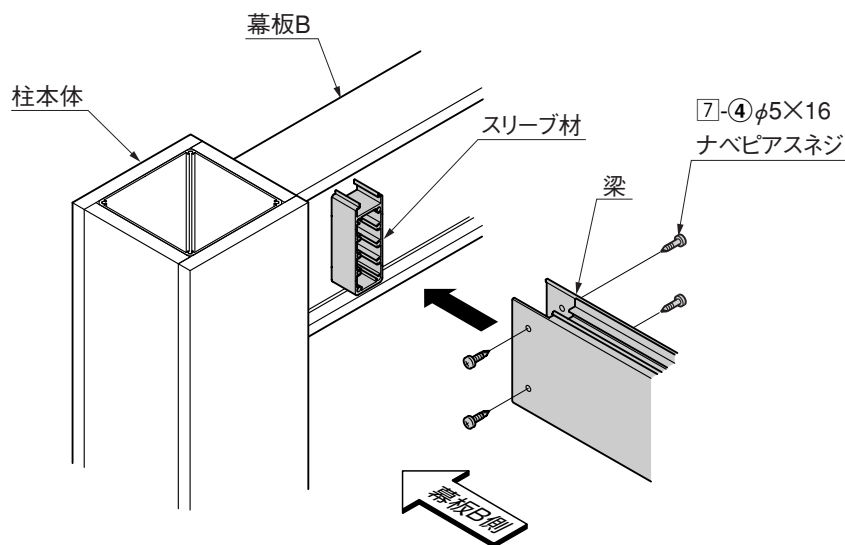
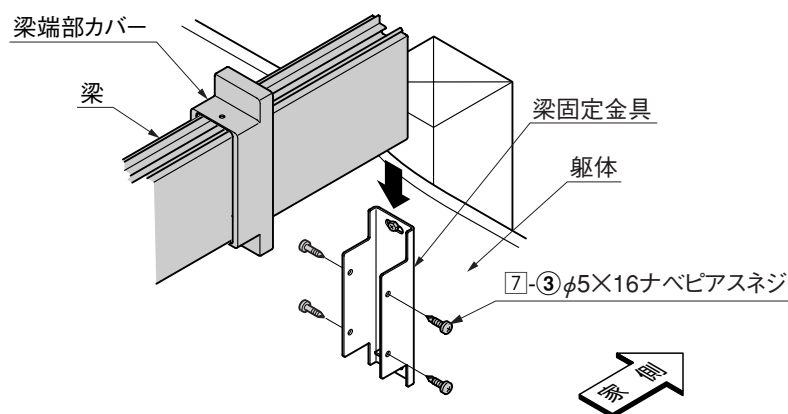

図4-2
図4-3
② 梁の幕板B側をスリーブ材にはめ込み、家側を梁固定金具に引っ掛けて、梁を[7]-④、[7]-③で取付けてください。(図4-2、図4-3参照)